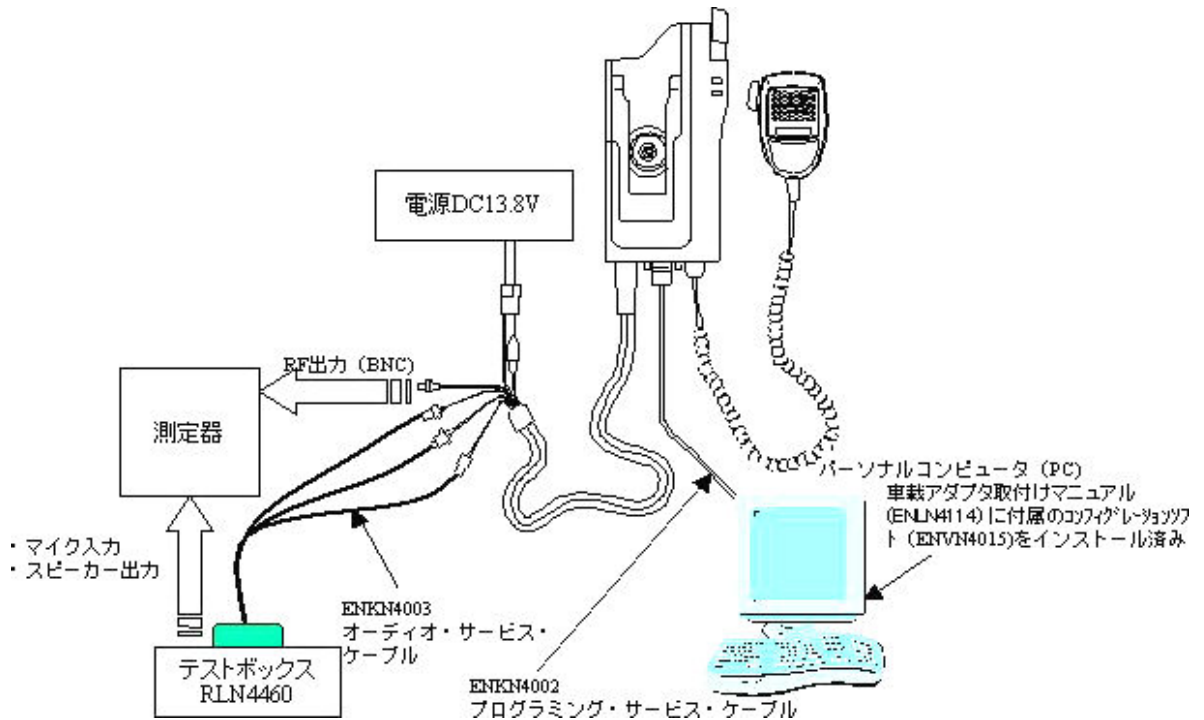

図1. 車載アダプタの内部設定変更治具の接続
- 図 1 のように電源、プログラミング・サービス・ケーブル(ENKN4002)を經由して PC と車載アダプタを接続します。
1. 図1のように電源、プログラミング・サービス・ケーブル(ENKN4002)を経由してPCと車載アダプタを接続します。